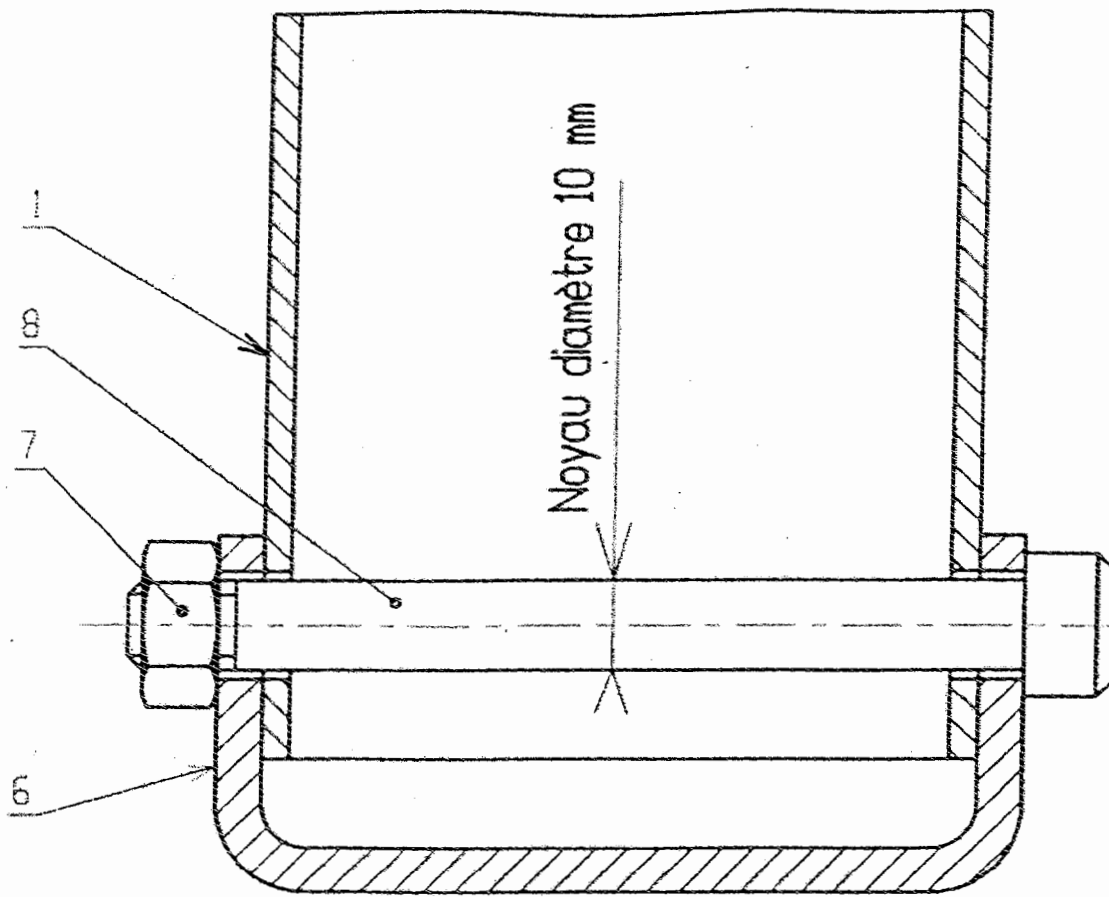
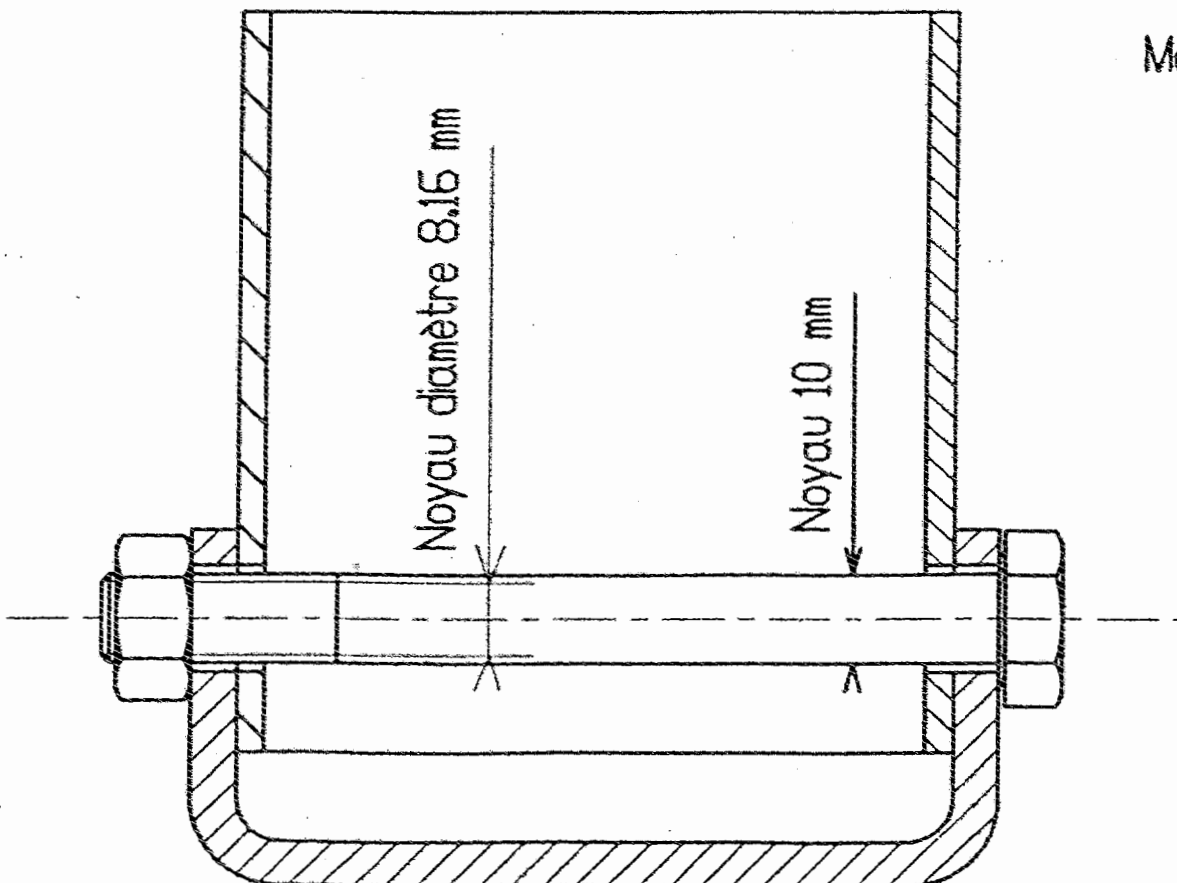

Fig 5
Fig 6
1. **Objectif** : Vérifier la résistance de l'axe du pied de vérin et comparer les deux montages (montage 1, montage 2) fig. 5 et fig. 6 (DR 10/13). La liaison du pied de vérin est assurée par une **articulation en chape**.
Montage N°1. : montage avec un axe fileté de  $\phi 10$ . ( $S = 78,5 \text{ mm}^2$ ) fig. 5.
Montage N°2. : montage avec une vis de  $\phi 10$ . (Noyau =  $52,3 \text{ mm}^2$ ) fig. 6 cas proposé sur le DTR 7/9.
1.1 Entourer sur les deux montages (fig 5 et 6 DR 10/13) la ou les section(s) cisailée(s).